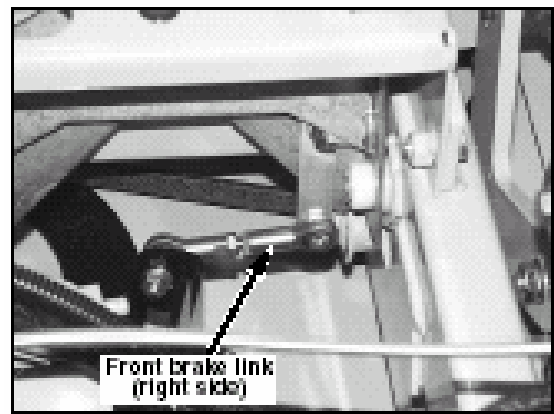

Figure 5-8
**NOTA** : La bielle de frein avant n'est pas réglable. Fig. 5-8